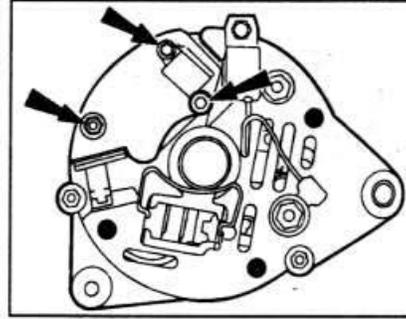

Рис. 5А.12. Болты крепления регулятора на генераторе Magneti-Marelli.
- Отсоедините разъем и снимите регулятор с генератора (см. рис. 5А.12).